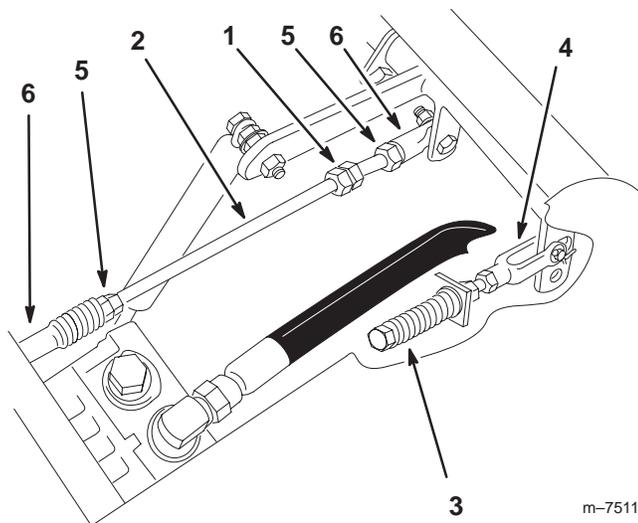

Figure 61
1. Desserrez les contre-écrous sur les rotules de la tige de commande de la pompe (Fig. 61).
3. Réglez la longueur de la tige de pompe en tournant les doubles écrous dans le sens voulu, jusqu'à ce que la roue soit immobilisée ou tourne légèrement en marche arrière (Fig. 61).
6. Serrez les contre-écrous contre les rotules (Fig. 61).